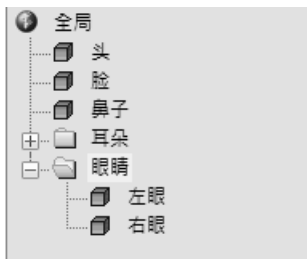

图 2-113 建组及重命名（“眼睛”）
- 5) 利用以上方法将“左眼”和“右眼”两对象置入同一组群，并重命名为“眼睛”，如图 2-113 所示。